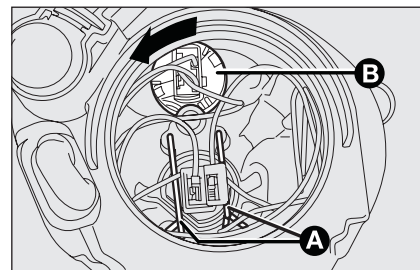

fig. 25
- ☐ décrocher les deux agrafes de retenue de la lampe **A**-fig. 25;
- ☐ tourner dans le sens contraire des aiguilles la douille **B**-fig. 25 et l'extraire;